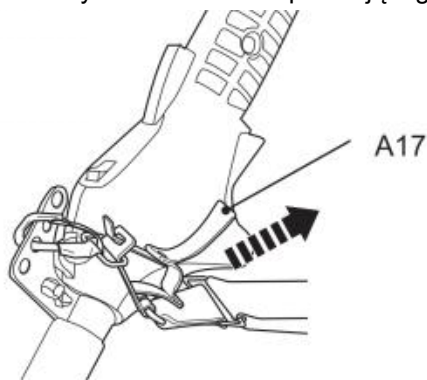

Fig. 34
5. W sytuacji awaryjnej lewą ręką chwyć przedni uchwyt (A27) , a prawą ręką pociągnij linę (A17) (Rys. 34). Metalowy drążek blokujący zostanie automatycznie zwolniony z zacisku zabezpieczającego ze względu na ciężar produktu.